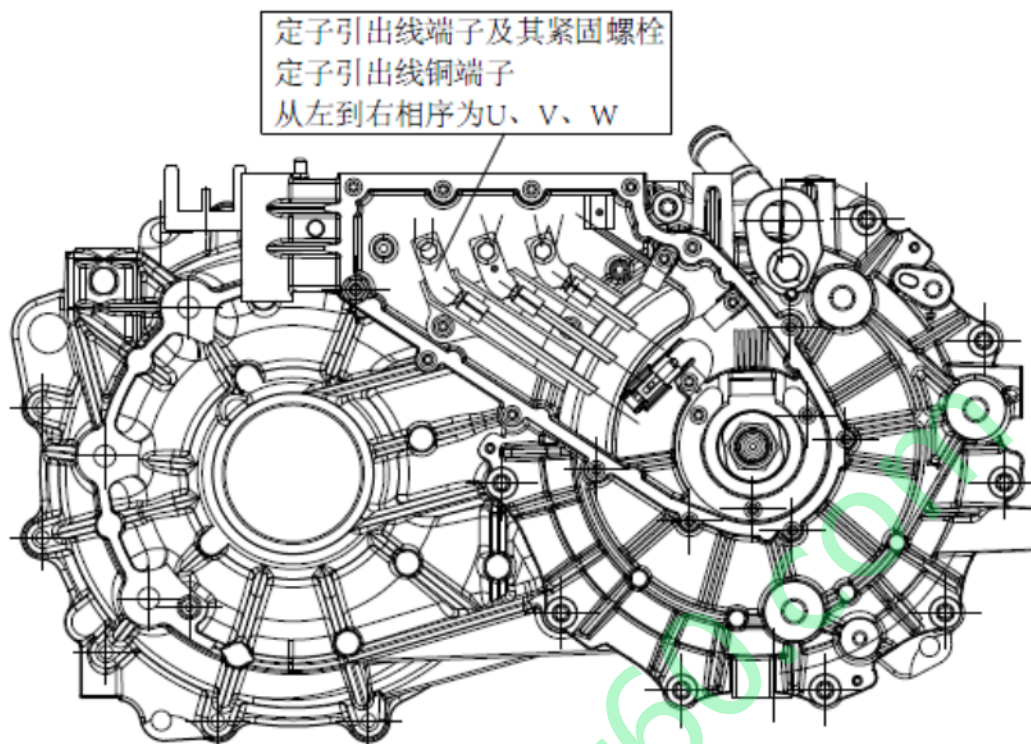

图8 定子引出线及其螺栓、相序
| 放油螺塞处漏油 | 目视放油螺塞（如图 8）处或触摸检测，如果漏油，会有明显的油漏痕迹 | 具体操作见 1.2                           |
2.2.2 拆下图8所示固定定子引出线的3个M6外六角螺栓，即可针对电机本体进行绝缘耐压测试，测试时一段夹住下述三相中其中一个端子，另外一端夹到电机壳体上展开测试。